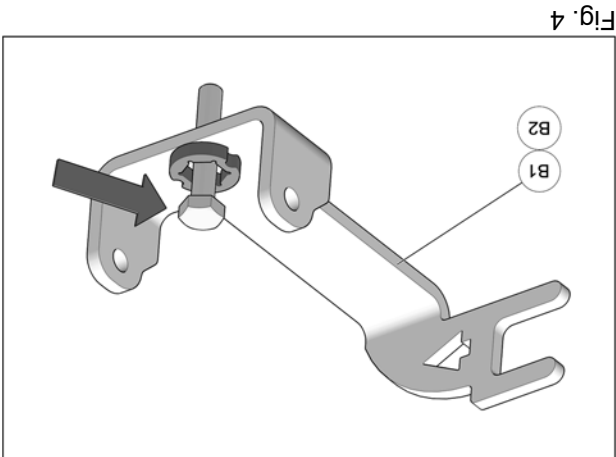

Fig. 4
4. Insérer un boulon (B1-B2) à l'extrémité de chacun des ancrages de suspension arrière. Voir la Fig. 4